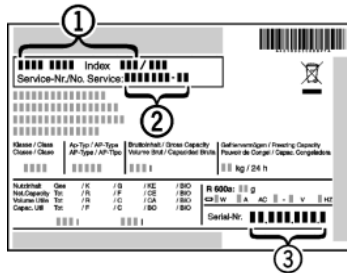

Fig. 10
- ▶ Gerätebezeichnung *Fig. 10 (1)*, Service-Nr. *Fig. 10 (2)* und Serial-Nr. *Fig. 10 (3)* vom Typenschild ablesen. Das Typenschild befindet sich an der linken Geräteinnenseite.
- ▶ Den Kundendienst benachrichtigen und den Fehler, Gerätebezeichnung *Fig. 10 (1)*, Service-Nr. *Fig. 10 (2)* und Serial-Nr. *Fig. 10 (3)* mitteilen.